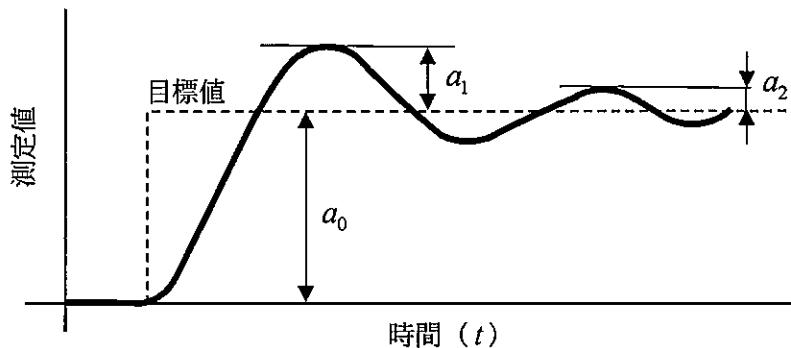

図2 測定値の追従性
- 4) 設定値をステップ状に変化させたときに、測定値の追従性が図2のようになつたとすれば、